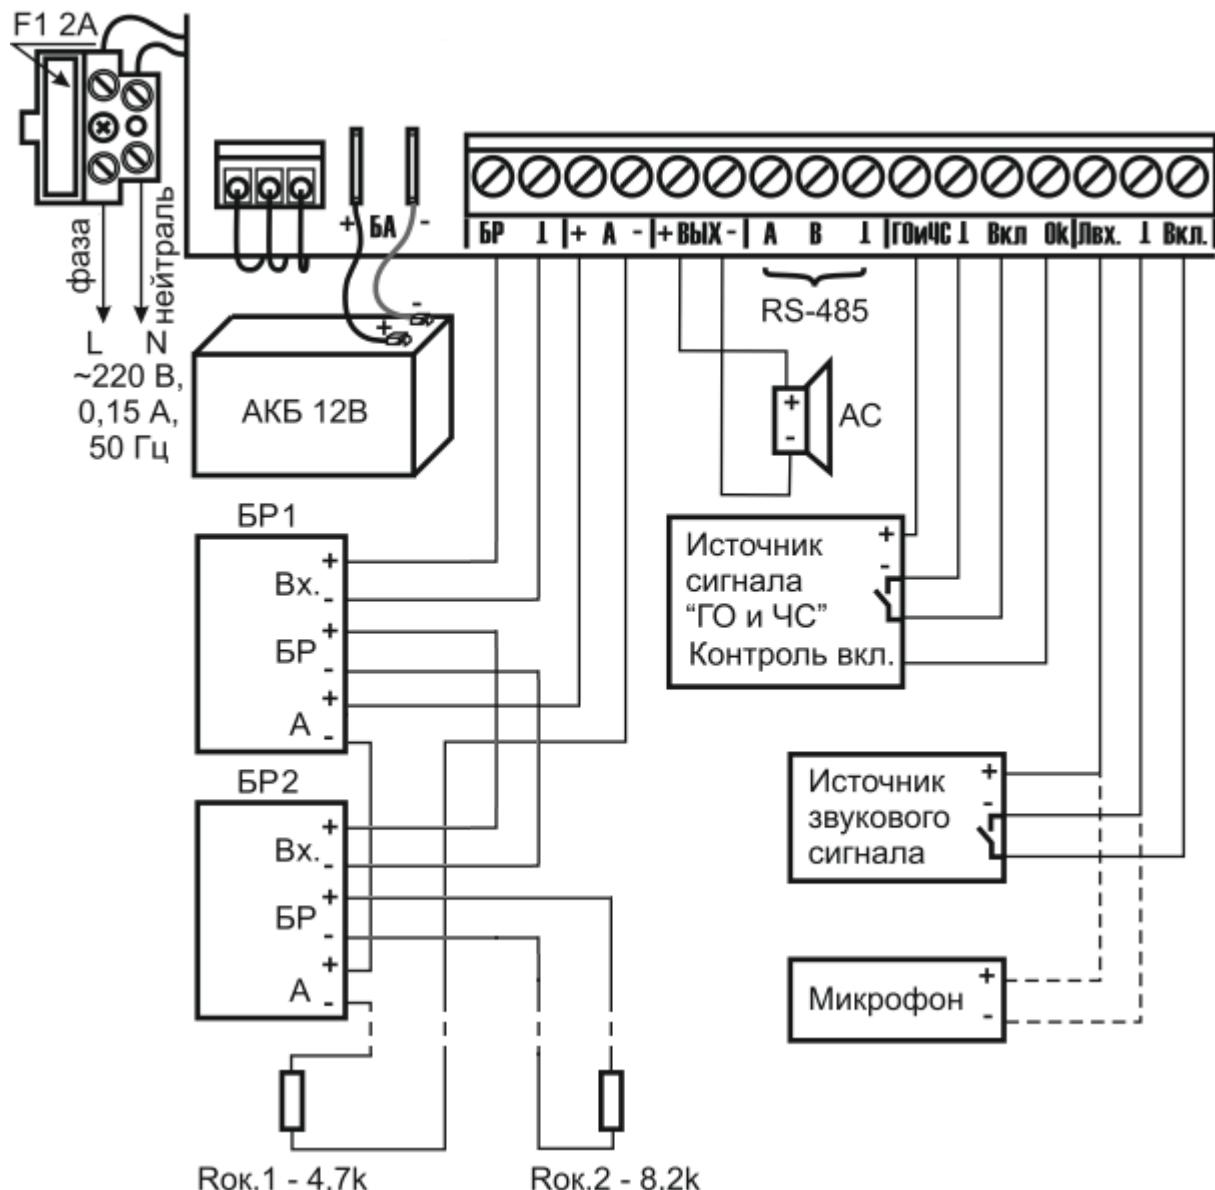

Рис. 2. Схема подключения
4.4.5 В случае использования блоков расширения подключить выход «БР» к входам данных блоков. В конце линии установить оконечный резистор 8,2 Ком. Далее соединить все входы «+ А -» блоков расширения последовательно и через оконечный резистор 4,7 КОм подключить их к выходу контроля блоков расширения, как показано на Рис. 2.
* под неисправностью понимается неисправность любого из блоков расширения, подключенных к цепи контроля (см. Рис. 2) или обрыв непосредственно самой цепи контроля блоков расширения.